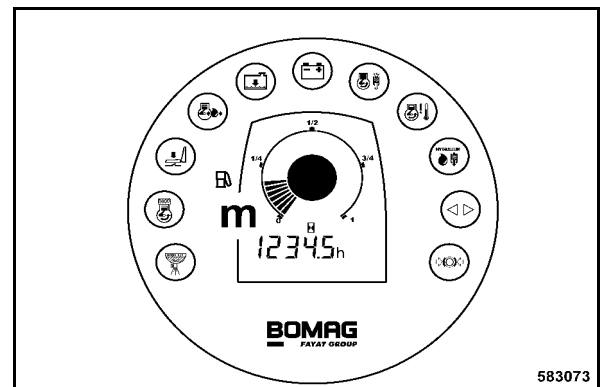

fig. 122
- Vérifier le niveau du carburant à l'indicateur (m) (fig. 122) sur le combiné.